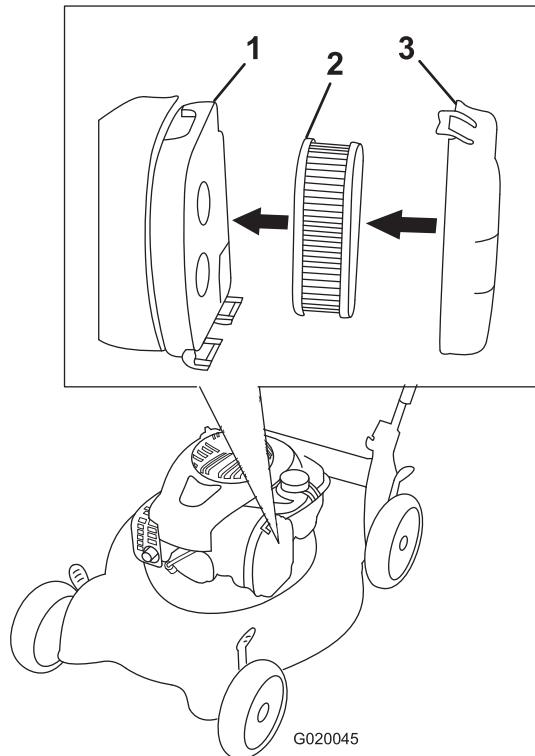

Figura 17
2. Presione el botón de la tapa del limpiador de aire (Figura 17) y abra la tapa.